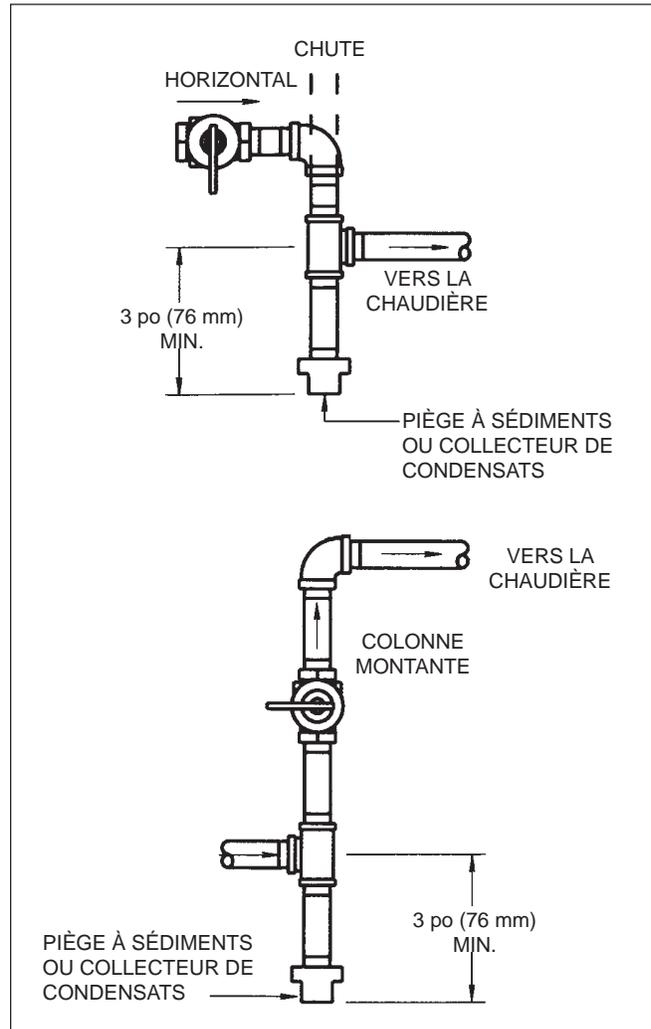

Figure 8. Tuyauterie d'alimentation en gaz.
4. Placer un piège à sédiments (collecteur de condensats) en amont des commandes de gaz (**voir figure 8**). Installer le piège avec un bouchon fileté qui peut être retiré pour le nettoyage.